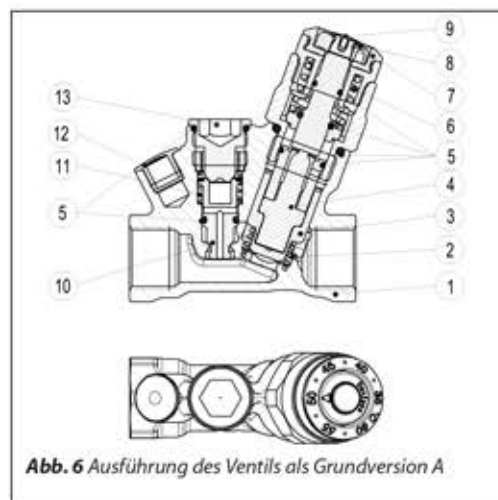
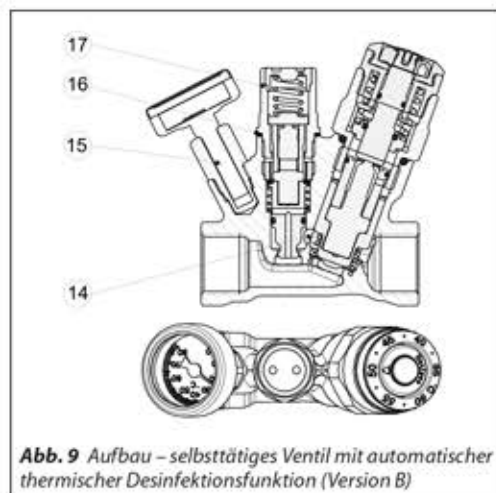
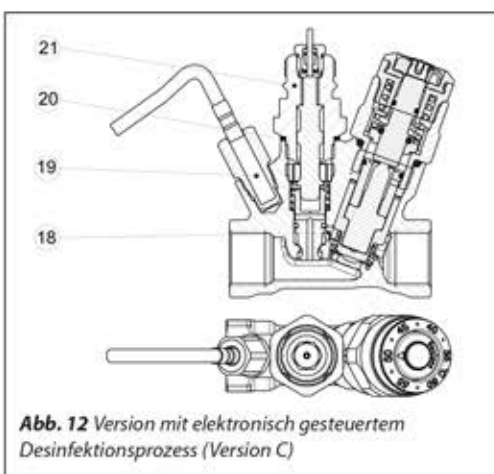

Abb. 6 Ausführung des Ventils als Grundversion A
Abb. 9 Aufbau – selbsttätiges Ventil mit automatischer thermischer Desinfektionsfunktion (Version B)
Abb. 12 Version mit elektronisch gesteuertem Desinfektionsprozess (Version C)
MTCV ist ein selbsttätiges, thermostatisches Regelventil. Ein im Ventilkegel (Abb. 6, Pos. 3) montiertes Thermoelement (Abb. 6, Pos. 4) bewirkt eine Reaktion des Ventils auf Temperaturänderungen.
Eine Sicherheitsfeder (Abb. 6, Pos. 6) schützt das Thermoelement vor Beschädigung, wenn die Wassertemperatur den Sollwert übersteigt.
Nach Entfernen des Abdeckstopfens am Desinfektionsanschluss (Abb. 6, Pos. 13) kann das thermostatische Desinfektionsmodul unter Anlagendruck ohne Betriebsunterbrechung montiert werden (Abb. 9, Pos. 17).
- 1–13 Wie in Abb. 6
Nach Entfernen der Abdeckung des Desinfektionsmodul-Anschlussstutzens (Abb. 6, Pos. 13) lassen sich der Adapter (Abb. 12, Pos. 21) und der thermische Stellantrieb TWA montieren.
Am Thermometerstutzen wird ein Temperatursensor (PT 1000) montiert (Abb. 12, Pos. 19). Thermischer Stellantrieb und Temperatursensor müssen gemäß Anleitung mit dem elektronischen Regler CCR2+ verbunden werden. Dieser erlaubt in jeder Zirkulationsleitung einen effizienten und wirkungsvollen Desinfektionsprozess. Das Grundmodul arbeitet in einem Temperaturbereich von 35 bis 60 °C. Wenn die thermische Wasserbehandlung/der Desinfektionsprozess startet, regelt das CCR2+ den Durchfluss durch das MTCV über die thermischen TWA-Stellantriebe. Ein elektronisch gesteuerter Desinfektionsprozess mittels eines CCR2+ bietet folgende Vorteile:
1–13 Wie in Abb. 6